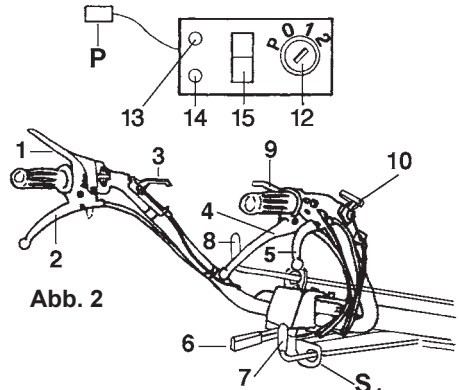

Abb. 2
BEDIENUNGSELEMENTE (Abb. 2)
Zum Einlegen der Gänge den Hebel 8 bedienen (Abb. 2).
Die unabhängige Zapfwelle wird über den Hebel 7 (Abb. 2) gesteuert.
Die Einachsschlepper sind serienmäßig mit Differential mit entsprechender Sperre ausgerüstet. Die Sperrung des Differentials wird durch die Bedienung des Hebels 3 (Abb. 2) auf der rechten Seite der Lenksäule erreicht.
LENKHOLME (Abb. 2)
- Nehmen Sie den Gang heraus (8), und lassen Sie die Zapfwelle ausrasten (7, Abb. 2).
- Lassen Sie den MOTORSTOP-Hebel los (1). Auf diese Art und Weise schaltet sich der Motor ab. Beachten Sie bitte auch die im Motoren-Bedienungs- und Wartungshandbuch beschriebenen Vorgehensweisen.
DES EINACHSSCHLEPPERS (Abb. 2)
BREMSEN DES EINACHSSCHLEPPERS (Abb. 2)